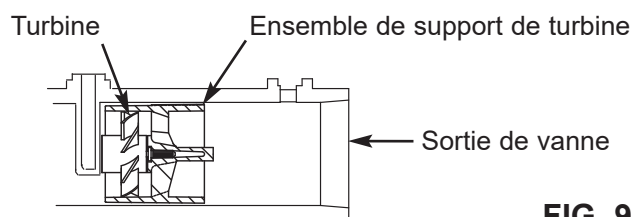

FIG. 9
- Assurez-vous que la turbine et le support sont en place dans la sortie de vanne, tel qu'illustré par la Figure 9. Soufflez dans l'orifice de vanne et regardez si la turbine tourne librement.